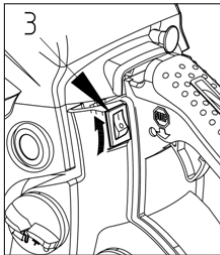

Fig.6
- 2- Placez l'interrupteur Marche/Arrêt « 3 » Fig.6 vers le haut en position marche. O/I sur I